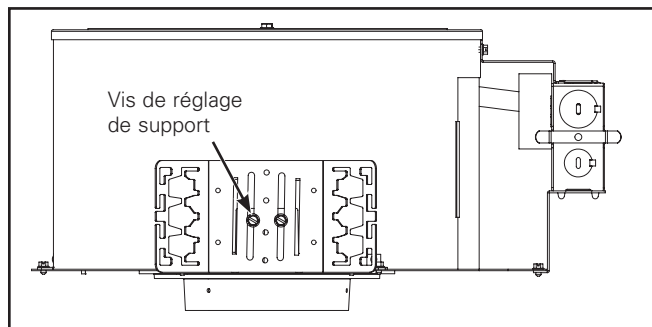

Figure 2.
2. Ajustez les vis de réglage du support de façon à ce que le bas de l'anneau à plâtre soit affleurant de la ligne de finition du plafond. Le crochet de support est réversible pour permettre un ajustement complet de 12,7 cm (5 po) (Figure 2).